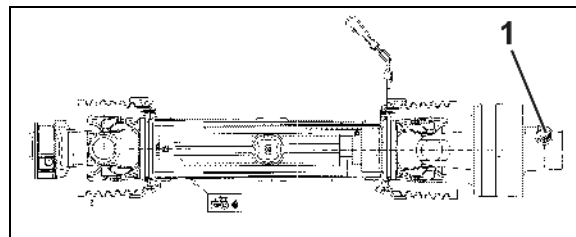

Bild 24
1. Trä in kraftöverföringsaxeln på växellådans ingående axel och säkra den med skruven (Bild 24/1).